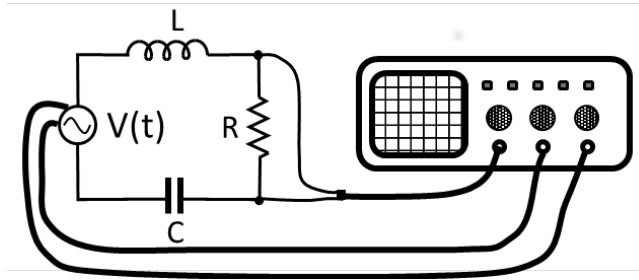

Figura 9: Circuito RLC .
Usando la placa PASCO con componentes eléctricos, arme el circuito que muestra la figura 9, usando como fuente externa el generador de señales.
a) Arme en la placa PASCO CI-6512 el circuito eléctrico que muestra la figura 9, con la resistencia $R = 10\Omega$, el condensador $C = 100\mu F$ y la bobina sin núcleo.